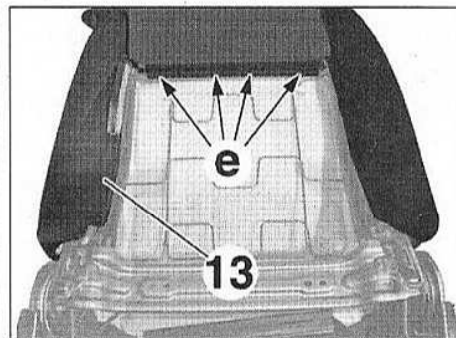

FIG.14
- Dégrafer les verrouillages en (e) (Fig.14).
- la garniture de dossier (13),